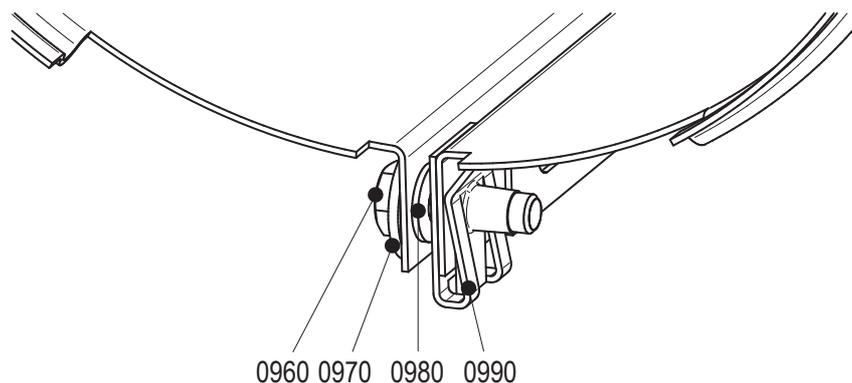

Figura 20: Inserimento camicia.
- 1 Allentare le viti (0960). Vedere la figura 20.
- 3 Chiudere la camicia e serrare la vite (0960). Vedere la figura 20.
- 5 Chiudere la camicia e serrare la vite (0960). Vedere la figura 20.